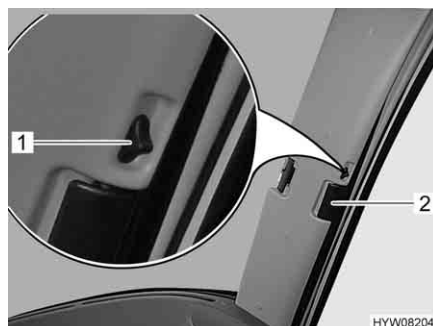

Fig. 39 Tendina oscurante pieghevole per il finestrino del conducente/passeggero
- Spingere il bottone di bloccaggio (Fig. 39,1) verso l'alto.
- Con la levetta (Fig. 39,2) tirare le tendine oscuranti pieghevoli per il finestrino del guidatore e del passeggero verso l'altro lato della finestra e congiungerle alle strisce magnetiche.
- Inserire fino all'arresto le tendine oscuranti pieghevoli per il finestrino del guidatore e del passeggero per la maniglia (Fig. 39,2).
- Spingere il bottone di bloccaggio (Fig. 39,1) in basso.